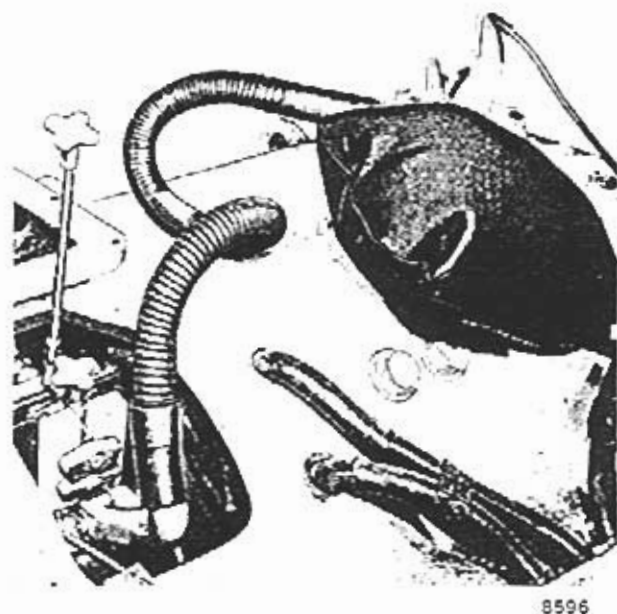

Fig. 3 - Aplicación de la rectificadora de colector
7. Instalar la rectificadora en el adaptador de soporte como se muestra en la Fig. 3. Disponer la misma de modo que abarque todo el colector y que se deslice en forma paralela a las delgas del mismo. Usar la barra de alineación para este propósito.